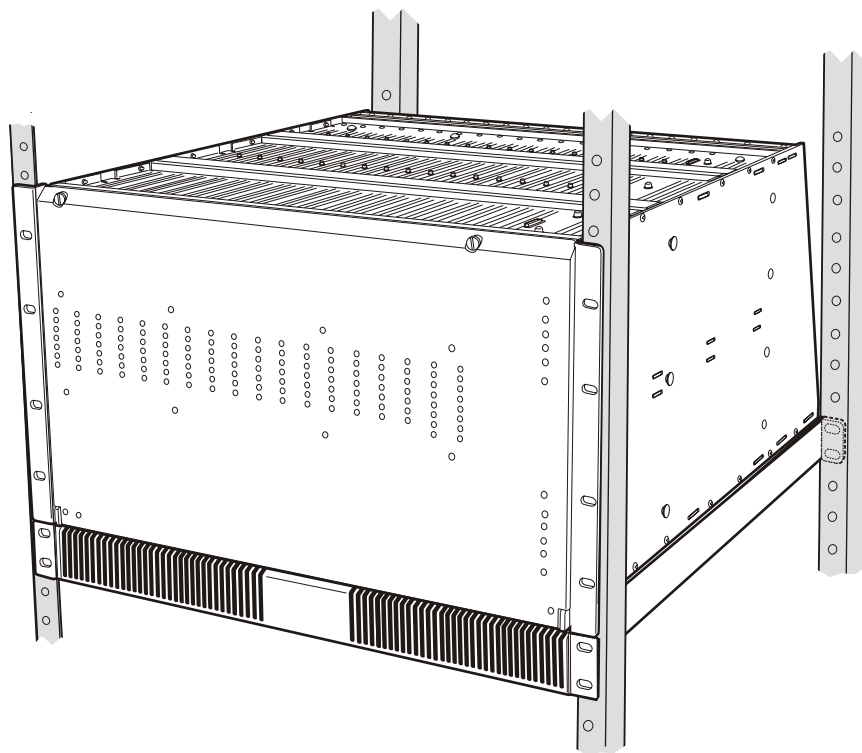

Figure 2. Installation du CM9770-MXB au-dessus du support d'installation
2. Installez la baie de matrice CM9770-MXB au-dessus du support d'installation. Reportez-vous à la Figure 2.
REMARQUE : La Figure 2 illustre la méthode d'installation recommandée. Si vous désirez utiliser une autre méthode (installation en rack ouvert), reportez-vous à la section *Installer le CM9770-MXB dans un rack ouvert* de l'*Annexe*.